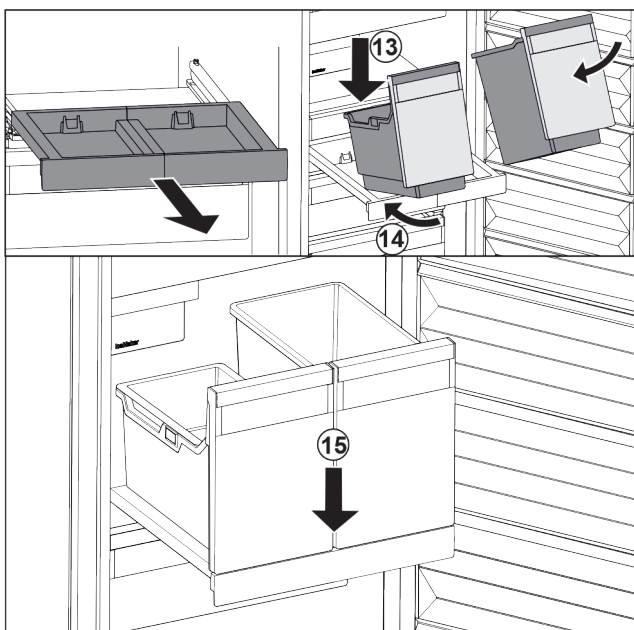

Fig. 105
- ▶ Założyć pojemnik pod skosem na wysuwaną półkę. Fig. 105 (13)
- ▶ Wsunąć pojemnik pod skosem do tyłu. Fig. 105 (14)
- ▶ Osadzić pojemnik z przodu. Fig. 105 (15)